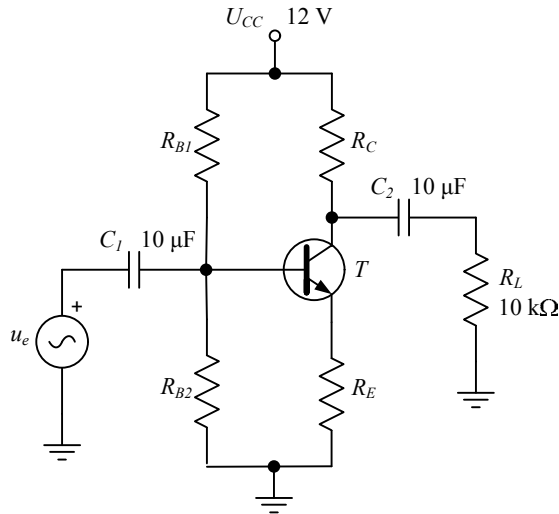

FIGURA 6.4. Amplificador en emisor común.
- 6.3.1** Realizar, para el amplificador que se muestra en la Figura 6.4 (que corresponde a un circuito autopolarizado), un análisis teórico que sitúe el punto de trabajo del transistor en 5 mA para la corriente de colector y 6 V para la tensión colector-emisor. Además, se pretende que la tensión en la base del transistor sea de 1,5 V y que la corriente por la resistencia R_{B1} tenga un valor de $I_{CQ}/100$. Suponga para este apartado que el transistor presenta una $\beta = 100$.
6.3.2 Realizar con la ayuda del programa de simulación MicroCap el esquema del circuito de la Figura 6.4 empleando, al igual que en los apartados anteriores, el modelo 2N2222 para el transistor bipolar.
6.3.6 Teniendo en cuenta las limitaciones y características del transistor 2N2222 (consulte para ello las hojas de características suministradas por el fabricante) y utilizando los valores de resistencias comerciales calculados en el apartado 6.3.3 realice el montaje del amplificador de la Figura 6.4.